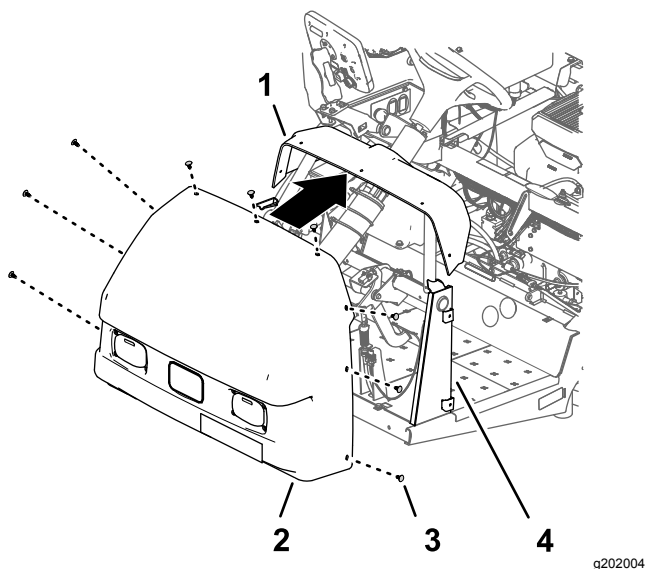

Figura 214
- Alinhe os furos do capot no capot com os furos no painel de instrumentos e estrutura da máquina (Figura 214).
2. Prenda o capot ao painel de instrumentos e estrutura com nove fixadores de pressão (Figura 214).